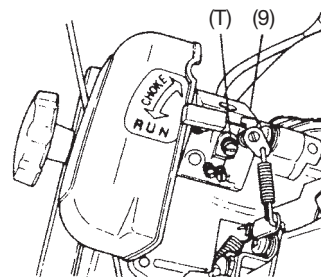

Fig. 6
5. Ajuste del carburador (Fig. 6)